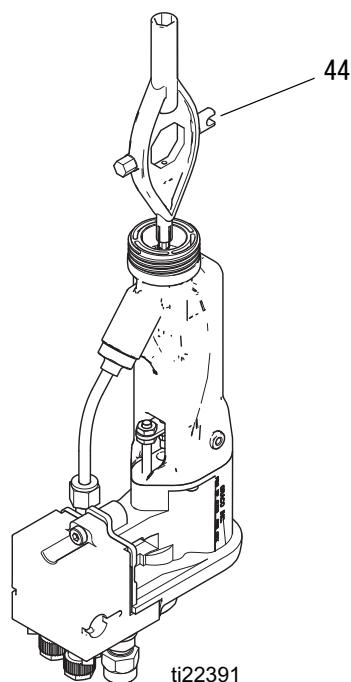

図 29 電極の交換
- マルチツール (44) で電極 (3) をゆるめます、図 29。